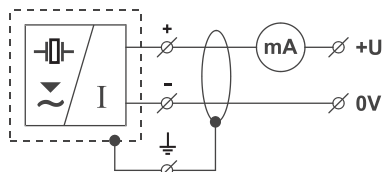
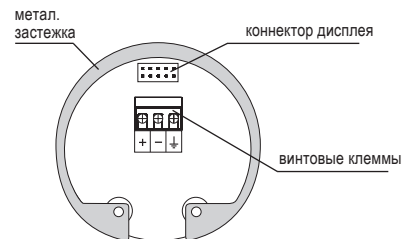

Рис. 19: Схема присоединения измерителя уровня с токовым выходом ULM-70_--I
Рис. 20: Вид изнутри на винтовые клеммы измерителя уровня с выходным током ULM-70_--I
5. Согласно схеме, приведенной на рис. 19 (21), присоединить кабель к винтовым клеммам рис. 20 (22). Терминалы и кабельные вводы надежно затяните. Крутящий момент см. Технические данные стр. 28.